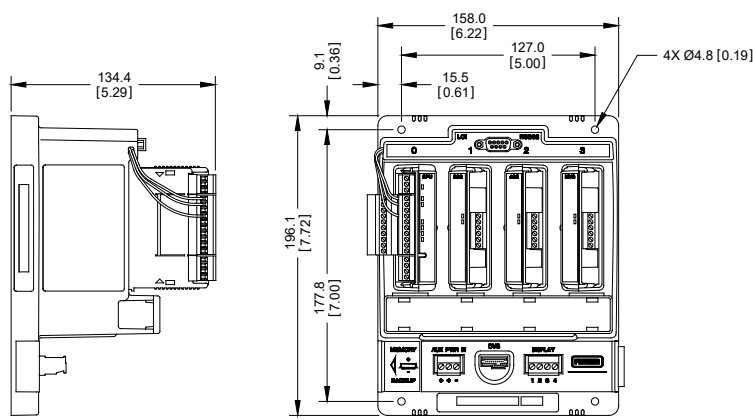

Figura 2. Dimensões do FB107
- **Unidade principal somente.** Posicione-o, como desejado, dentro da placa de montagem do invólucro e localize os furos de montagem da placa, usando o FB107 como modelo. Consulte a Figura 2 para conhecer as dimensões do FB107. Perfure e cubra os orifícios dentro da placa de montagem com uma tampa rosqueada de 8-32 UNC. Coloque o FB107 sobre os orifícios cobertos e prenda-o à placa com quatro parafusos de comprimento 8-32 UNC x 1,00 pol., fornecidos. Aperte os parafusos com torque de aproximadamente 1,1 a 1,4 N-m.